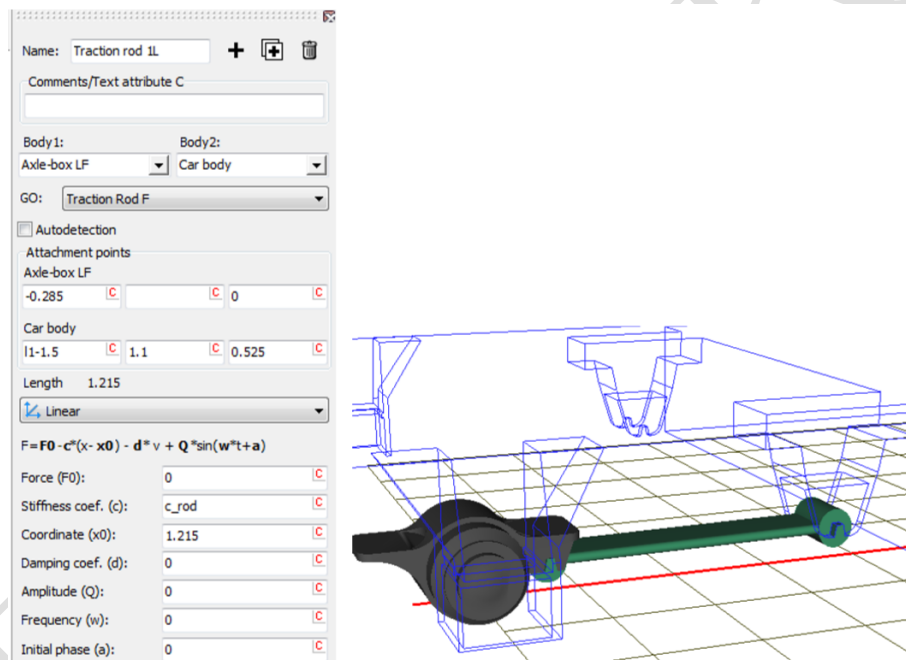

图 2.24
3. 从 **Type** 下拉菜单选择 **Linear** 力元，按图 2.24 所示定义刚度和初始长度参数， $c_{rod} = 2.5E7$ N/m。